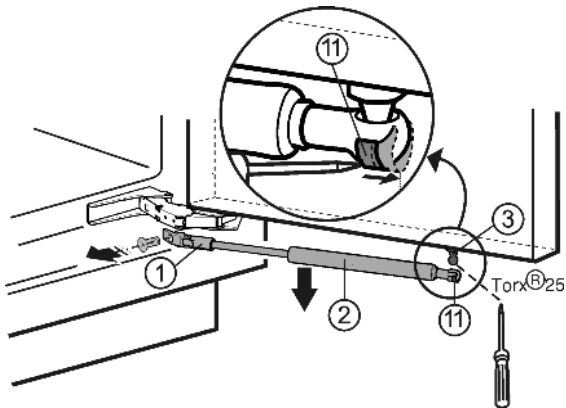

Fig. 3
- ▶ С помощью отвертки сдвиньте натяжную пружину Fig. 3 (11) наружу.
- ▶ Снимите амортизатор закрывания дверей Fig. 3 (2) вниз.
- ▶ Открутите держатель Fig. 3 (1).
- ▶ Открутите шаровую головку Fig. 3 (3) (Torx® 25).